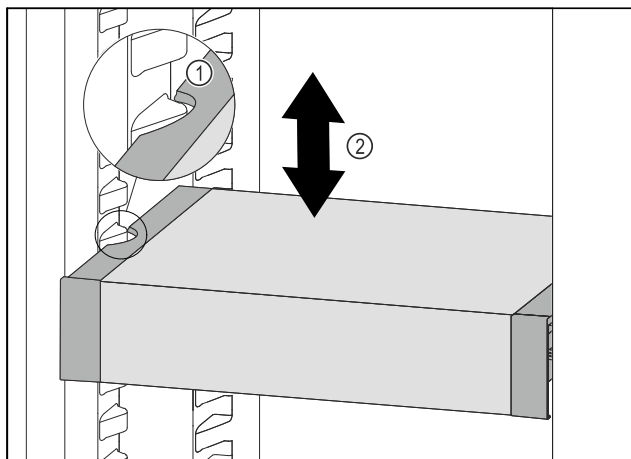

Fig. 88
- VarioSafe vucite prema naprijed sve dok se bočni otvori VarioSafe ladice ne nađu na visini žlijeba spremnika u hladnjaku. Fig. 88 (1)
- Pomičite ladicu VarioSafe u hladnjaku prema gore ili dolje sve dok ne dosegnete željenu visinu. Fig. 88 (2)